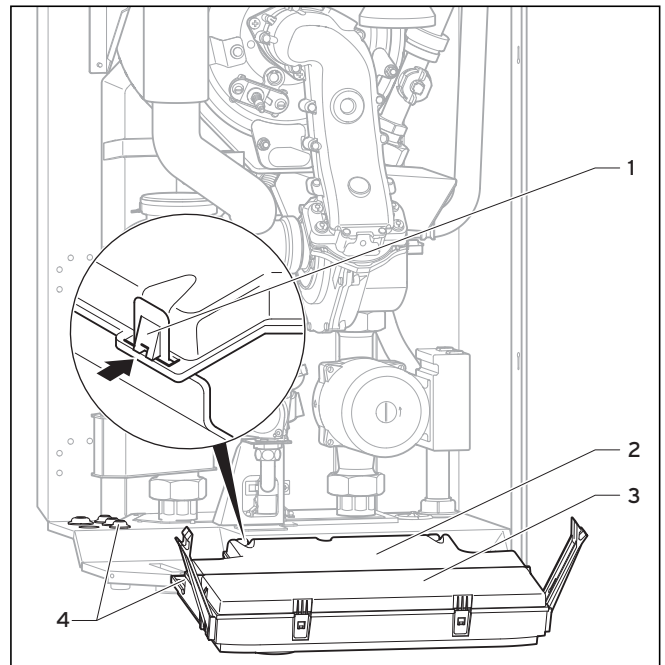

Fig. 5.11 Apertura della parete posteriore della scatola elettrica
- Rimuovere il rivestimento anteriore dell'apparecchio (vedere cap. 4.8) e ribaltare in avanti la scatola elettronica (3) (vedere fig. 5.11).
- Sganciare il coperchio posteriore (2) della scatola elettronica nei punti (1) e sollevare il coperchio (vedere fig. 5.11).
- Fare passare le linee di collegamento dei vari componenti da allacciare attraverso i passacavo (4) situati sulla parte inferiore sinistra dell'apparecchio (vedere fig. 5.11).